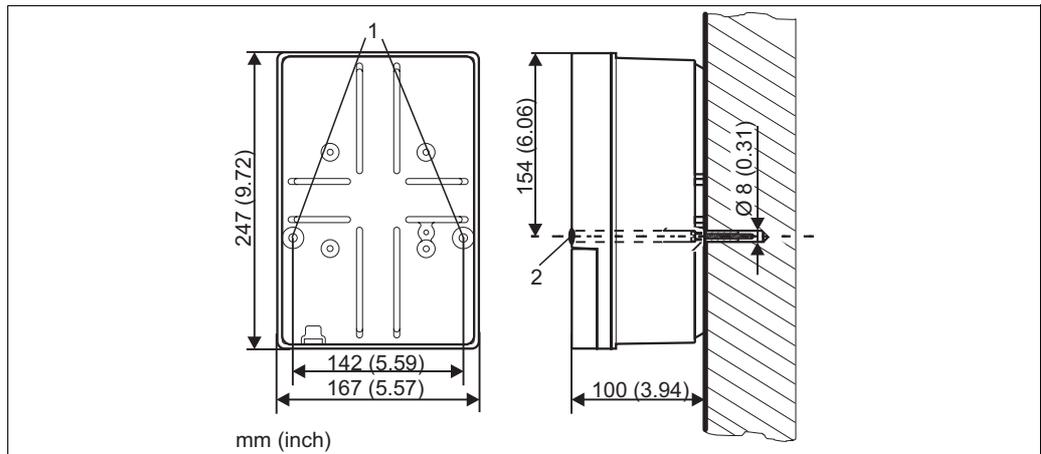

Abb. 10: Maße für die Wandmontage, Befestigungsschraube: \varnothing 6 mm (0,24"), Dübel: \varnothing 8 mm (0,31")
1. Bohren Sie Bohrlöcher gemäß Abb. 10.